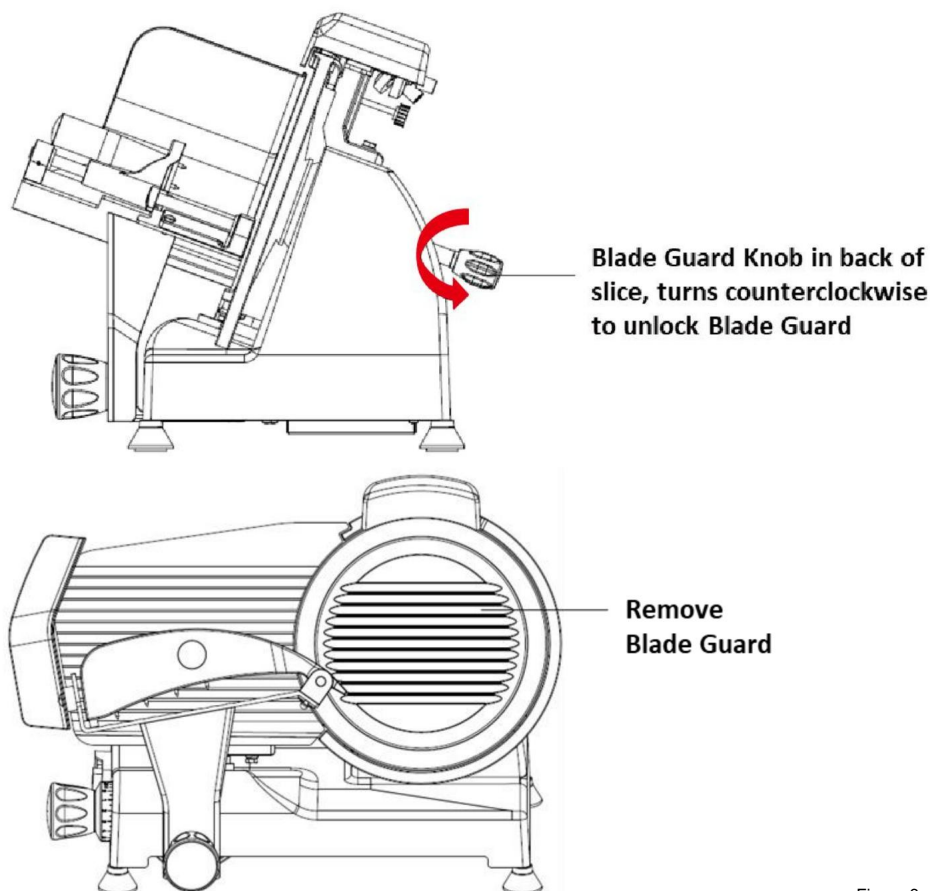

Figura 3
5. Con una mano apoyada sobre el protector de la hoja (pieza), gire la perilla negra del protector de la hoja (, ubicada en la parte posterior de la cortadora, detrás de la hoja) en sentido contrario a las agujas del reloj hasta que se suelte el protector de la hoja (). (Consulte la figura 3)
6. Retire los tres tornillos de cabeza Phillips que sostienen la cuchilla (parte). (Consulte la figura 3). La cuchilla ahora está liberada del eje y se puede quitar tirando suavemente hacia afuera. EXTREMO CUIDADO: Recomendamos enfáticamente usar guantes resistentes a cortes al quitar, limpiar y volver a instalar la cuchilla.